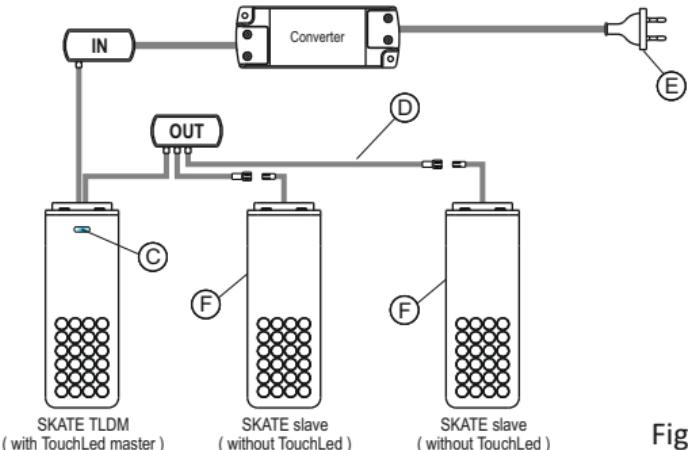
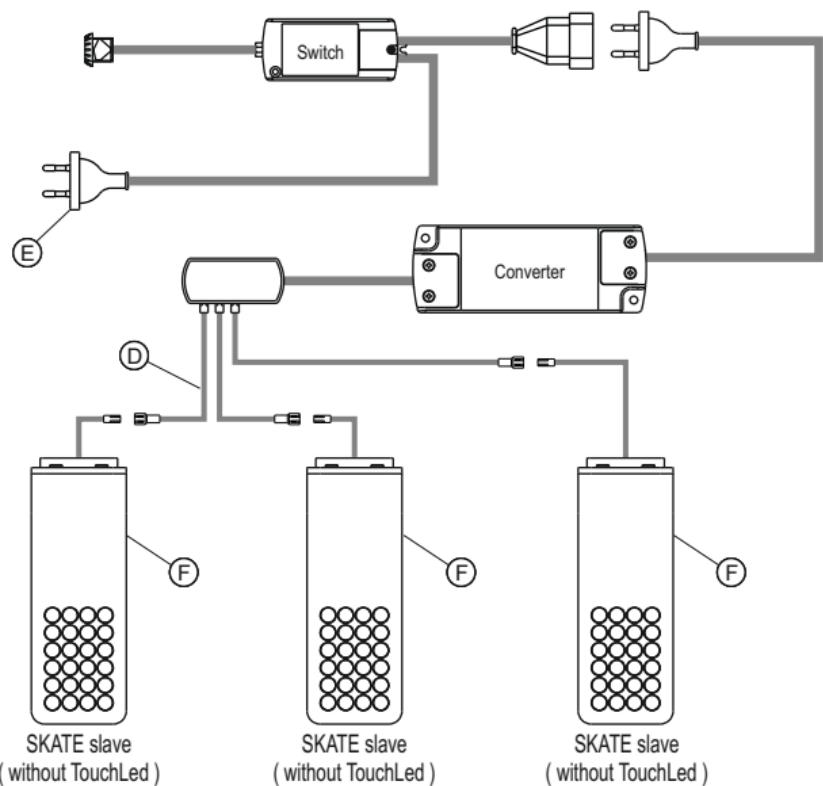

Fig 4
Fig 5
- **TLDM: (fig.4)** (touch-led dimmer master)
- **SLAVE: (fig.5)** (without switch)
The appliance is fitted with a safety program that turns off the **SKATE** after 18 hours of continuous operation (fig.4).
The **SKATE SLAVE** (F) is a switch-free spotlight, then it must be turned on via a remote switch that can be placed on the **SKATE TLDM** (wired in the MASTER version) as shown in figure 4 or it can be assigned to a separate switch connected to the primary of the converter as shown in figure 5, or to a remote socket where to connect the converter.
- **TLD-M: (Abb.4)** (touch-led dimmer master)
- **SLAVE: (Abb.5)** (ohne Schalter)
Der Ausgang (output cable) des **SKATE TLDM** kann eine maximale Last von 30W @ 12Vdc einschließlich der Stromaufnahme des Gerätes steuern (abb.4).
Der **SKATE SLAVE** (F) ist ein Strahler ohne Schalter, daher muss das Einschalten über einen Fernschalter erfolgen, der sich am **SKATE TLDM** (mit Verkabelung der Ausführung **MASTER**) wie in Abbildung 4 gezeigt befinden kann, oder über einen eigenen Schalter, der an die Primärspannung des Konverters angeschlossen wird, wie in Abbildung 5 gezeigt, oder über eine gesteuerte Steckdose, an die der Konverter angeschlossen wird.
- **SLAVE: (fig.5)** (sans interrupteur)
- au besoin en utilisant les rallonges fournies en dotation (D).
La sortie (output cable) du SKATE TLDM peut commander une charge maximum de 30W à 12Vdc, incluant l'absorption de l'appareil (fig.4).
Le SKATE SLAVE (F) est une lampe sans interrupteur. Par conséquent, l'allumage passe par un interrupteur déporté pouvant se trouver sur le SKATE TLDM (câblé en version MAÎTRE) comme illustré sur la figure 4 ou pouvant être assigné à un interrupteur séparé branché sur le module
principal du convertisseur comme illustré sur la figure 5, ou à une prise commandée sur laquelle brancher le convertisseur.